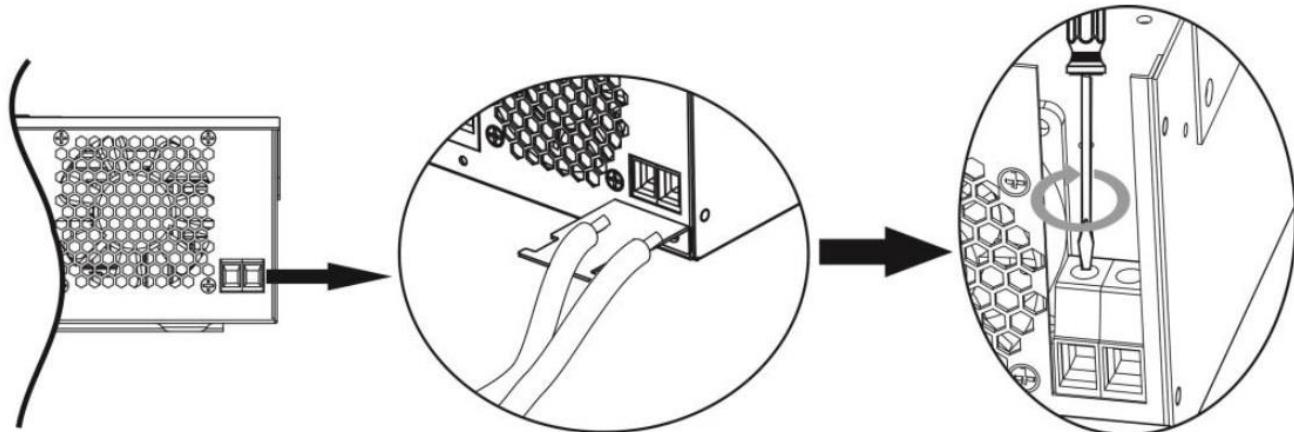

Рисунок 5.12 – Подключение PVBox к инвертору.
**Шаг 6.** Зачистите положительный и отрицательный провода на противоположном конце кабеля и выполните подключение кабеля к соответствующим клеммам инвертора (Рисунок 5.12).